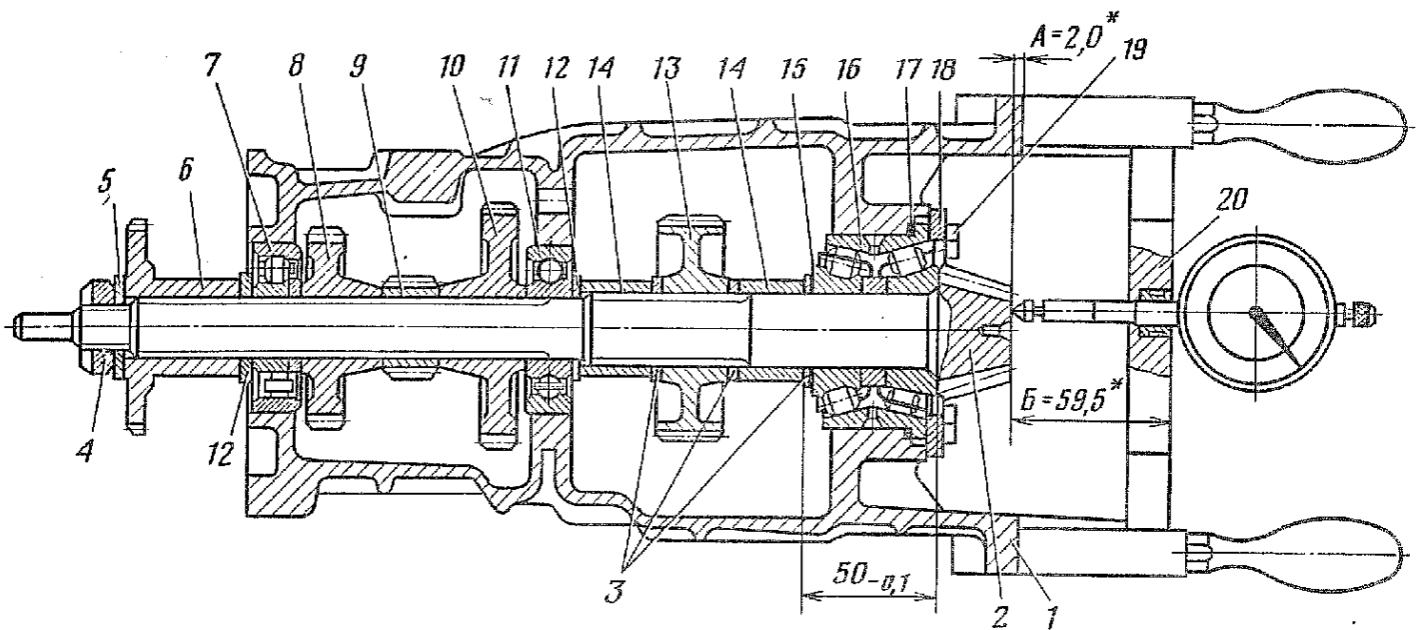
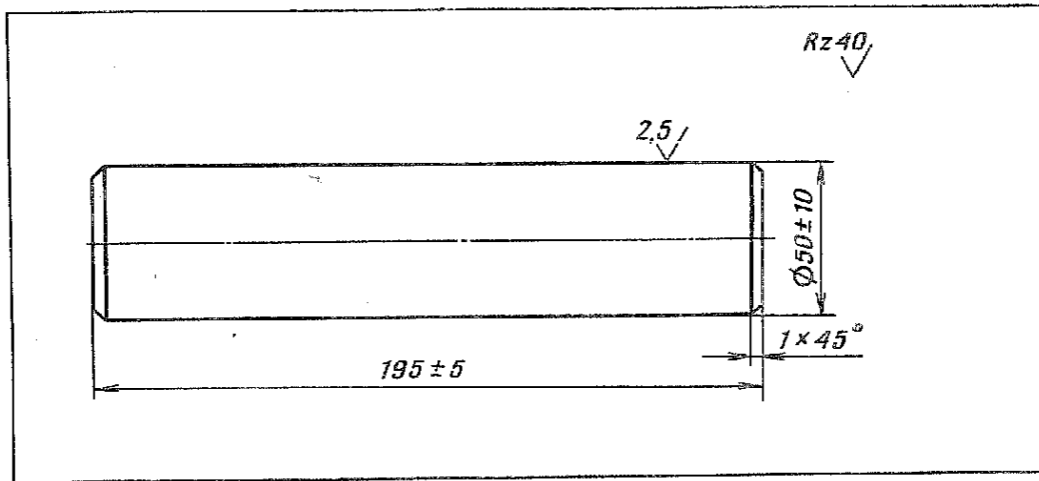

Рис. 148. Установка ведущей шестерни главной передачи:
Рис. 150. Оправка для определения регулировочных прокладок под подшипник ведущей шестерни главной передачи
3.13. Подобрать набор прокладок 15 (рис. 148) такой толщины, чтобы высота комплекта, состоящего из внутренних и проставочного колец подшипника 16, упорной шайбы 3 и прокладок 15, была (50_{-0,1}) мм (штангенциркуль ШЦ-11-160-0,05).
3.14.6. Установить контрольное приспособление 20 (рис. 148) с индикатором на картер коробки передач и по показанию индикатора и контрольному размеру B (см. переход 3.14.4) вычислить поправку, на которую необходимо изменить толщину набора прокладок 17 (контрольное приспособление для подбора толщины регулировочных прокладок, набор щупов № 2, оправка, рис. 150).
Примечание. При отсутствии контрольного приспособления допускается поправку на толщину набора прокладок 17 вычислять по размеру A , определяя по его фактическому значению размер B : $B=A+57,5$ мм. Размер A определяется по зазору между торцом шестерни главной передачи и оправкой (рис. 150), установленной в гнезда под корпуса подшипников дифференциала.
3.14.8. Вывернуть болты 19 (рис. 148) и снять крышку 18. Отвернуть гайку 4 и вынуть из картера ведущую шестерню главной передачи, сохранив в комплекте набор прокладок 15, подобранный в переходе 3.13 (ключ 30, головка 14, вороток).
3.19. Установить проставочное и второе внутреннее кольца подшипника 16 (рис. 148) с подобранными регулировочными прокладками 15 в наружное кольцо подшипника.